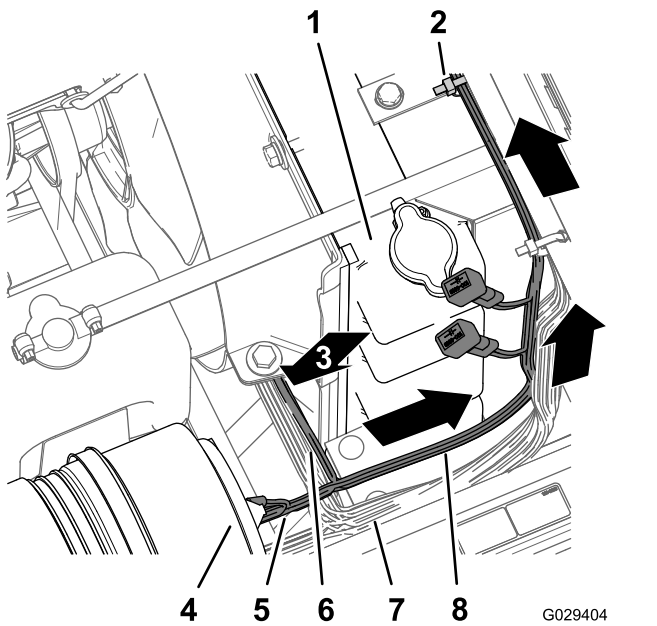

图 193
1. 沿着机器的线束将完成套件线束向前放在 ROPS 保护杆与药缸下角之间位于发动机空气滤清器的下方图 192 和图 193。
2. 沿着散热器的右侧向上安装线束的 197cm 发动机舱支管带环形端子、插座端子和 5 插槽接头穿过散热器的上方位于中央控制台底座下方图 193。